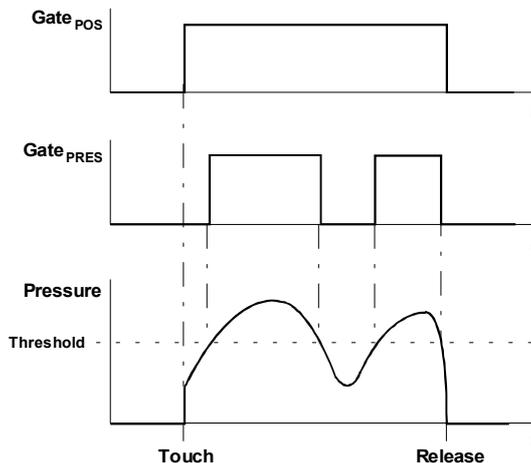

Abb. 2: Gate-Signale in Abhängigkeit vom Fingerdruck
④ Thres
Die **Schwelle** für das Erzeugen eines druckabhängigen Gate-Signals an Ausgang ④ legen Sie mit diesem Regler fest (s. Abb. 2).
⑤ LED
Falls sich der Hold-Schalter in Stellung "Off" befindet, greifen Sie das beim **Berühren des Wegsensors** (Zeitpunkt "Touch" in Abb. 2) erzeugte **Gate-Signal** $Gate_{POS}$ an dieser Buchse ab.
An dieser Buchse greifen Sie die beim **Über-/Unterschreiten der Druckschwelle** ("Threshold" in Abb. 2) erzeugte Gate-Signal $Gate_{PRES}$ ab.